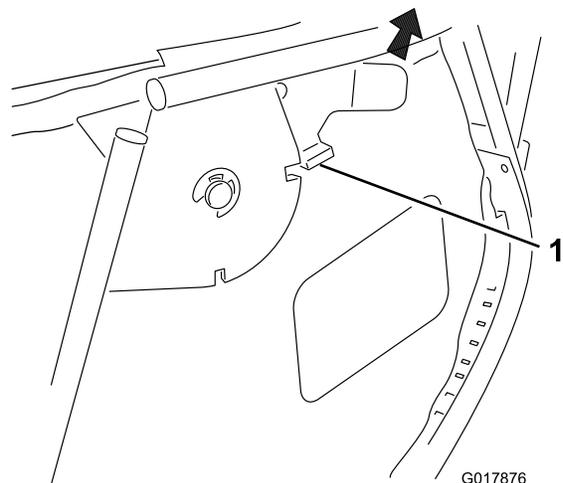

Figure 14
1. Ouvrez le verrou (Figure 14).